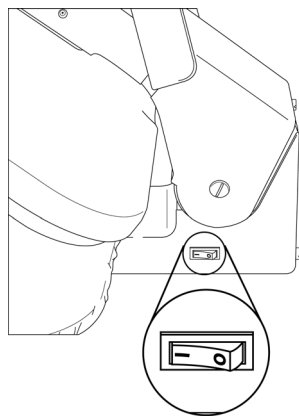

FIGURA 1
IMPORTANTE: El apagado automático no significa que se corte totalmente la corriente de la unidad. El aparato sigue encendido y la Luz Indicadora de Poder permanecerá encendida hasta que el Interruptor de Encendido/Apagado sea puesto en la posición “Apagado” (O) (FIGURA 1, página 6).
1. Con el Plato de Planchado alzado, enchufe el cable en el tomacorriente, y ponga el Interruptor Encendido/Apagado en la posición "Encendido" (I) (FIGURA 1).